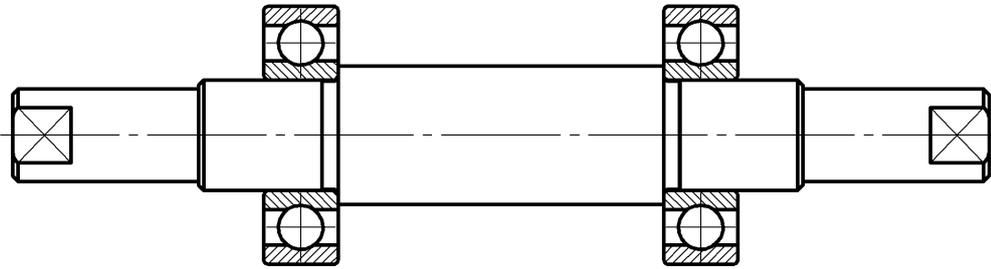

Рисунок 6 — Ось в сборе
**Задание 5.1.** Создать двумерный шаблон оси (рис. 6), включающий в качестве параметров длины и диаметры ступеней согласно таблице 10 и рисунку 7. Двумерный шаблон оси представить в виде фрагмента, содержащего один вид с указанием размеров ступеней.